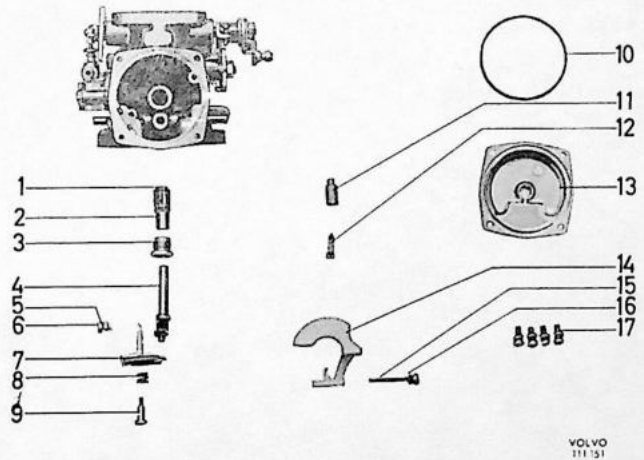

Fig. 14. Onderste deel uit elkaar genomen
Verwijder de vlotterkamerbodem door de vier bevestigingsschroeven(13, Fig. 14) los te schroeven. Gebruik een nieuwe rubberring (10), wanneer de bodem opnieuw wordt gemonteerd. De bodem moet zodanig worden gemonteerd, dat het verhoogde gedeelte onder de vlotternaald komt te liggen.
4. Indien de pakking (1, Fig. 14) voor de sproeierbuisgeleider moet worden vernieuwd, moet de borgmoer (3) worden losgeschroefd en de geleider eruit worden genomen. (Verwijder eerst de vlotter).